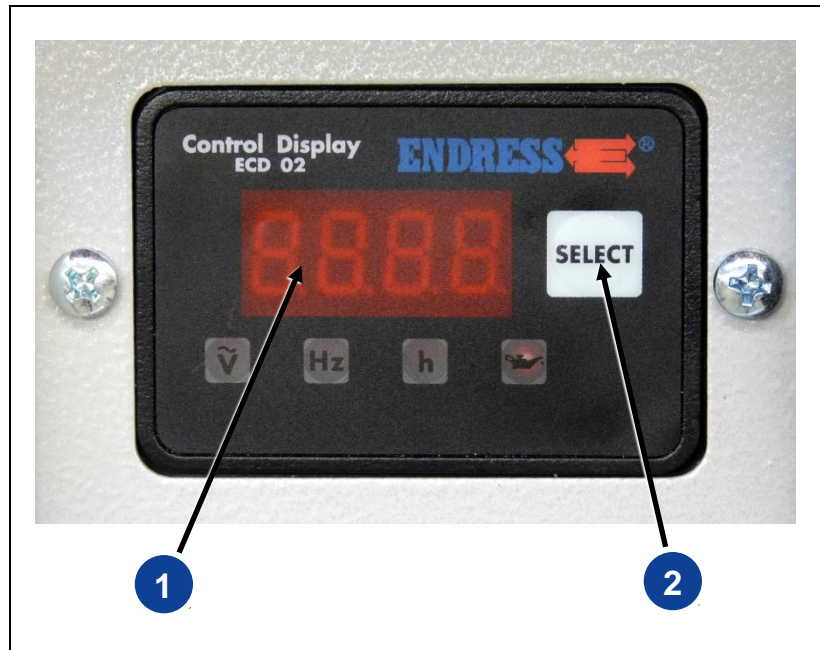

Abb. 4-7: Multifunktionsdisplay
Die Anzeige (siehe Abb. 4-7) ist bei laufendem Gerät aktiv.
1. Nach dem Starten des Stromerzeugers zeigt das Display (siehe Abb. 4-7-(1)) die aktuelle Spannung, angezeigt durch das leuchtende „V~“-Symbol für Volt.
2. Nach einmaligem Drücken des Tasters (siehe Abb. 4-7-(2)) wechselt das Display auf die aktuelle Frequenz, angezeigt durch das leuchtende „Hz“-Symbol für Hertz.
3. Nach einem weiteren Drücken des Tasters (siehe Abb. 4-7-(2)) wechselt das Display auf die Betriebsstunden, angezeigt durch das leuchtende „h“-Symbol für Stunden.
4. Nach einem weiteren Drücken des Tasters (siehe Abb. 4-7-(2)) wechselt das Display wieder auf die Anzeige der aktuellen Spannung in Volt und der Ablauf beginnt von vorn.